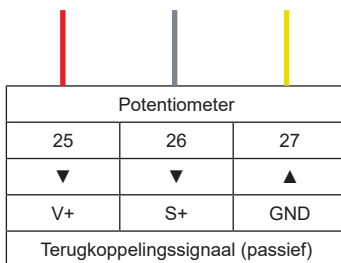

Fig. 14 Aansluitschema van de potentiometer
- Sluit de kabelboom aan op de klemmen zoals beschreven in Fig. 14 Aansluitschema van de Potentiometer